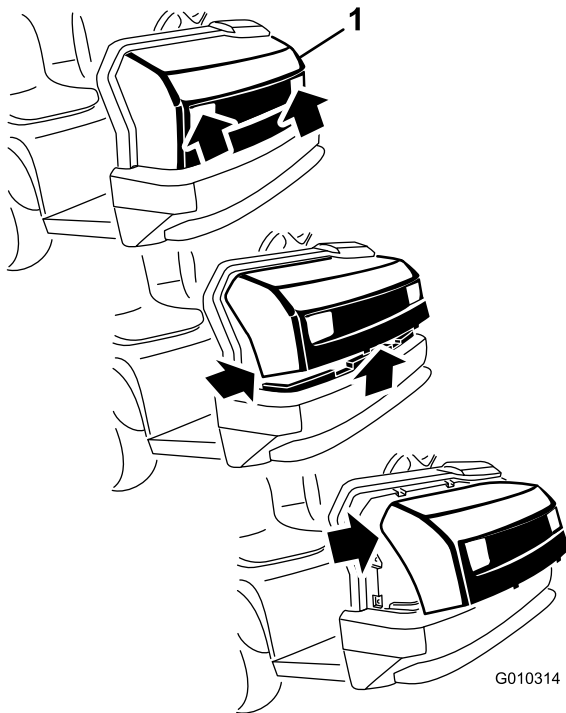

図 10
1. ヘッドライトの開口部でフードをつかみ、フードを持ち上げて、下側の取り付けタブをフレームの穴から外す (図 10)。
2. フードの下側を手前に持ち上げてから下に引っ張り、上側の取り付けタブをフレームの穴から外す (図 10)。
3. フードの上側を手前に倒し、ヘッドライトからワイヤコネクタを抜く (図 10)。